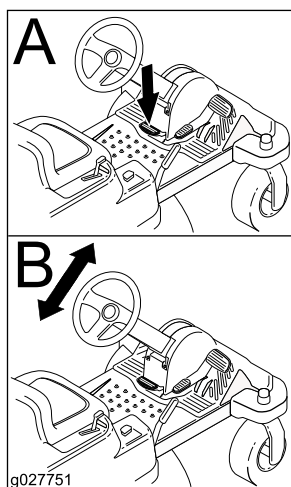

Figure 11
2. Positionnez le volant à la position voulue (Figure 11).